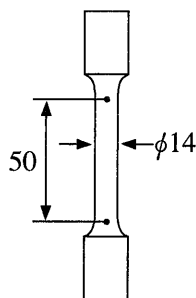

図1
- 2 次の図1のような試験部の直径14mm、標点距離50mmの試験片の引張り試験を行った。結果、図2のような荷重－変形線図を得られた。この試験片の引張り強さを求めなさい。